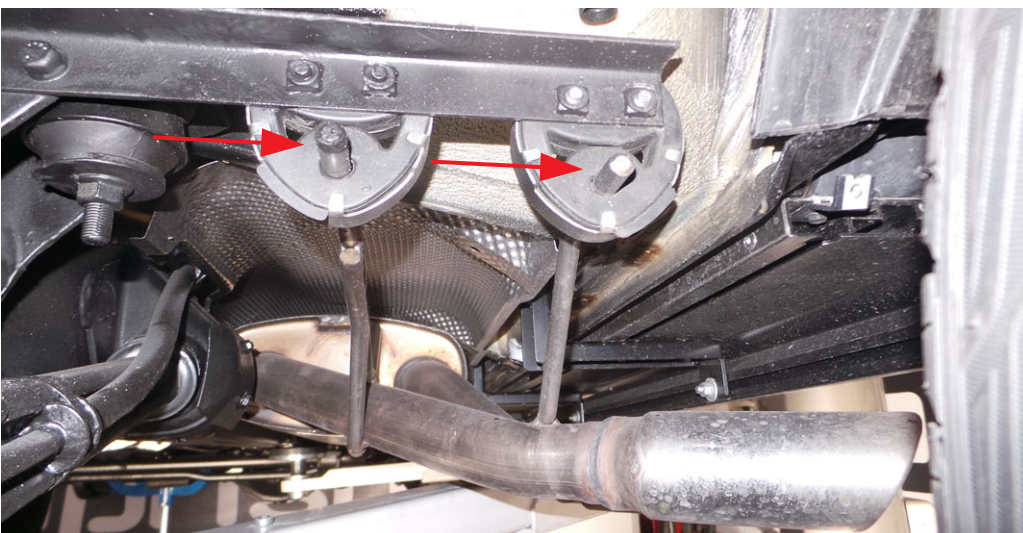

Abb.5: Aushängen des Endschalldämpfers
2. Im Anschluss wird der Schalldämpfer aus den Halterungsgummis gelöst. s.Abb.5